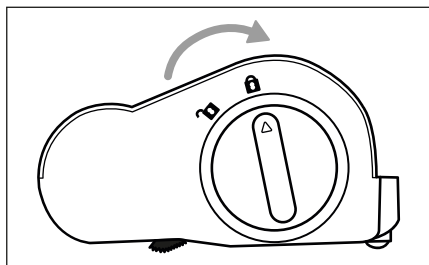

Fig. 25
- 5) Inserte el rodillo de cepillos ①9 en el cepillo para suelos ②0 y gire el desencastre del rodillo de cepillos ①8 hacia el símbolo (cerrar) (consulte la fig. 25).